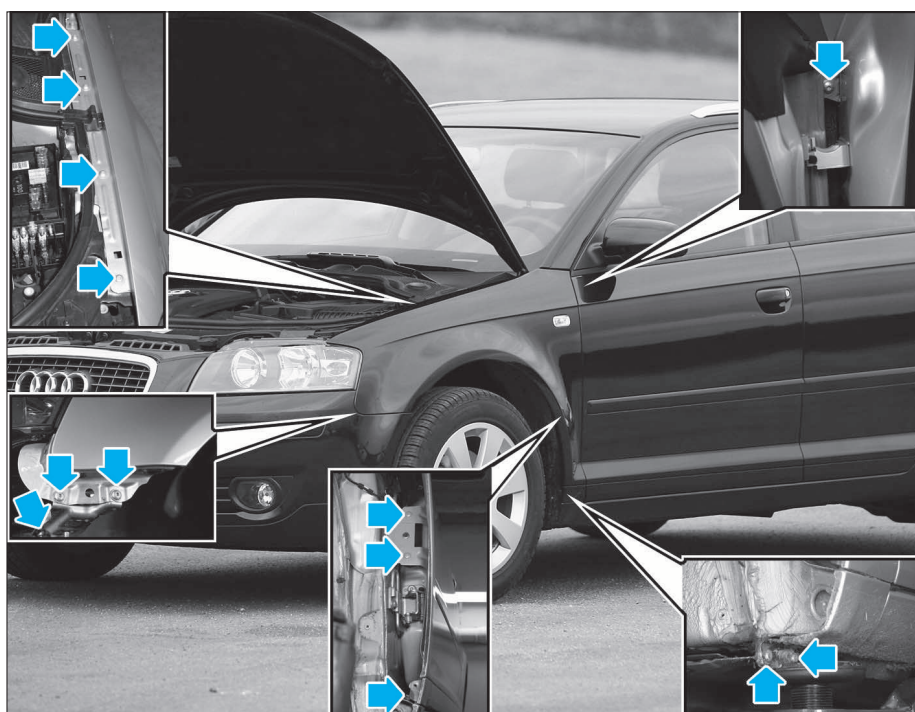

FIG. 14
- Déposer les vis de fixation de l'aile (flèches) (Fig.14).